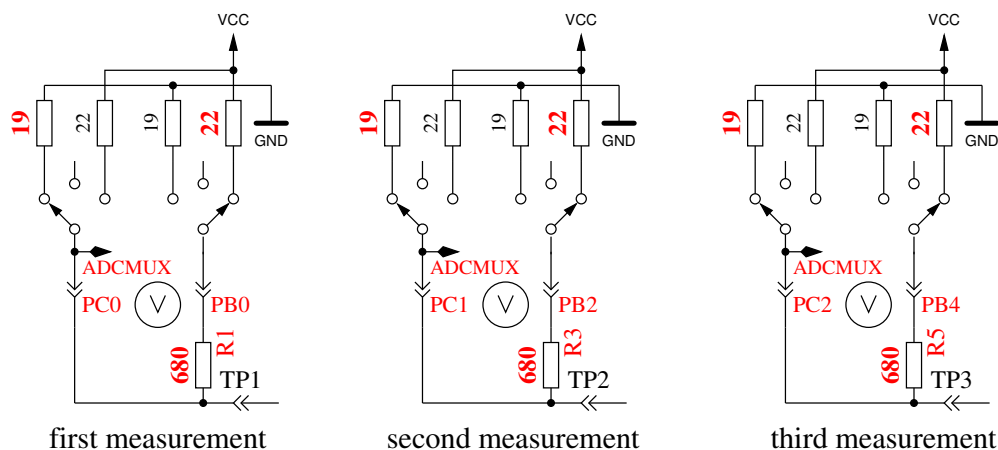

Рис. 5.66. Измерение внутреннего сопротивления порта С подключением выходных контактов к GND
8. **Измерение внутреннего сопротивления порта подключением выходных контактов к GND.** Этот и следующие тесты будут проведены, если выбрана опция AUTO_CAL. Внутреннее сопротивление порта С с выходами, подключенными к GND, измеряется по току через подключенные к VCC (+5 V) резисторы $680\ \Omega$, смотри рисунок 5.66. Могут быть измерены только три вывода порта АЦП. Внутреннее сопротивление портов В (PB0, PB2 и PB4) не может быть измерено без изменения аппаратных средств. Будем считать,